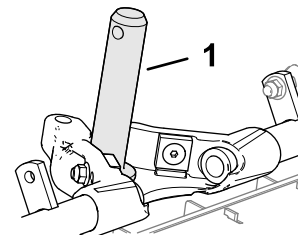

Bild 25
- Schmieren Sie den Trägerrahmen mit sauberem Schmiermittel ein (Bild 25).